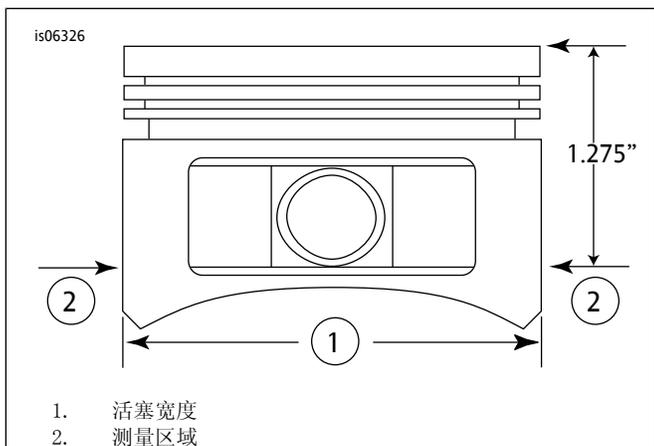

图2。活塞测量值
5. 参见图2。测量活塞宽度(1)，活塞销孔两侧水平90度方向、活塞(2)平面(顶部)向下1.275英寸处。参见表11了解此位置的活塞至汽缸配合。